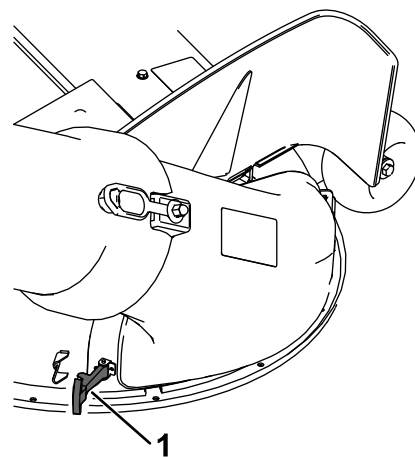

Figura 23
- 4. Prenda a calha à plataforma do cortador encaixando o trinco flexível na cobertura de descarga no retentor na plataforma (Figura 23).